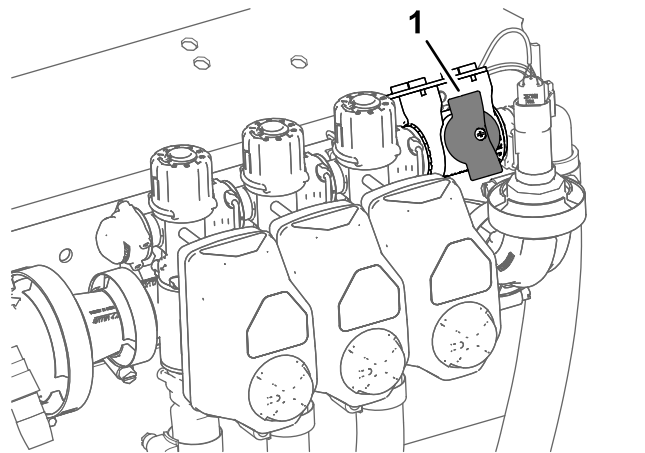

Figure 40
4. Pour les machines fonctionnant en mode débit d'application, vérifiez que la vanne de coupure de dérivation de section à la position fermée (Figure 40).
5. Pour les machines fonctionnant en mode débit d'application, vérifiez que la vanne de coupure de dérivation de section est fermée (Figure 40).